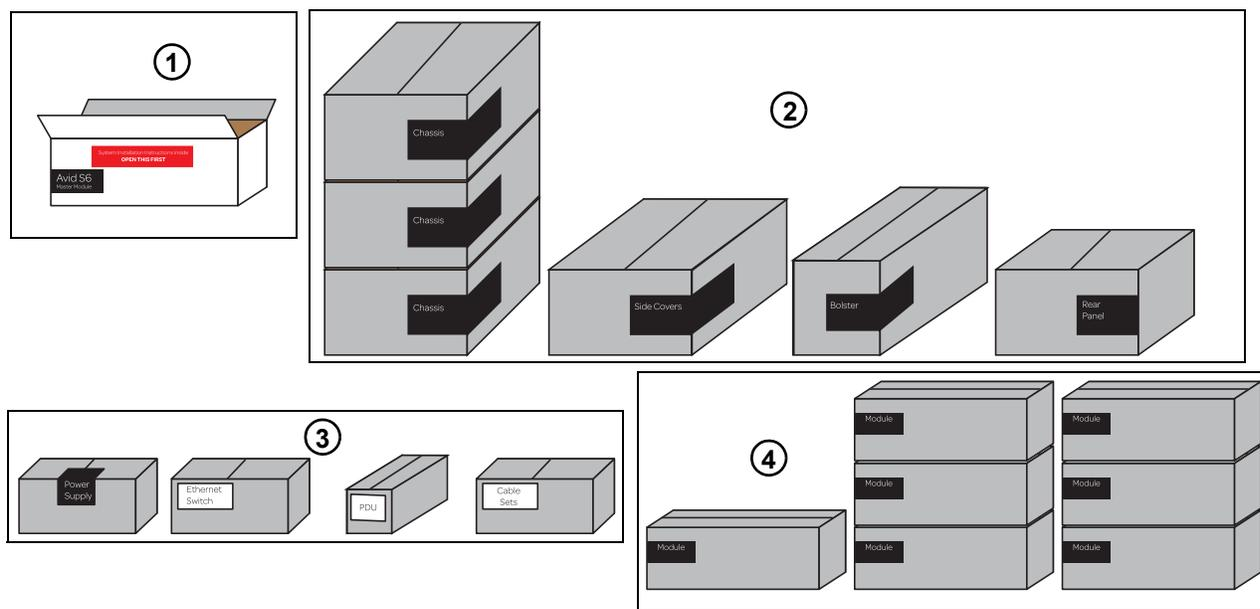

Figura 1. Paquetes organizados antes de montar un sistema S6 M10 16-5 de ejemplo:
- Identifica y organiza los paquetes que componen el sistema que has adquirido (consulta Figura 1) para simplificar el proceso de montaje. Todas las herramientas necesarias están en el paquete de tapas laterales (consulta “Contenido” en la página 2)